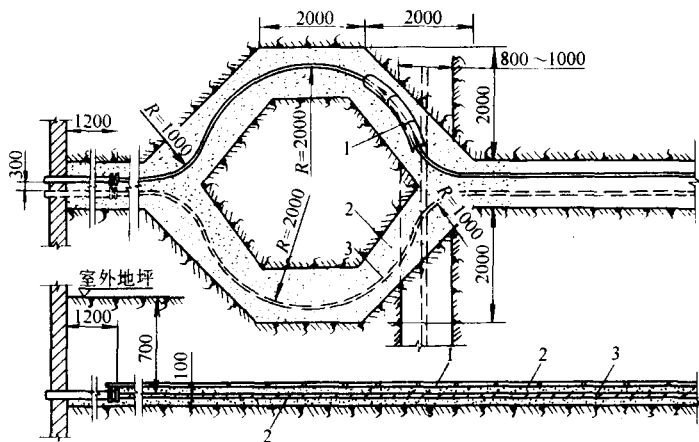

图 1-2
① 检查电缆的型号、规格、电压是否符合要求。三相四线制系统中应采用四芯电力电缆,不允许采用三芯电缆另加一根单芯线的方法来代替。
② 检查电缆有无机械损伤,电缆盘是否完好。
③ 检查电缆绝缘电阻。用 1000V 绝缘电阻表摇测电缆绝缘电阻,其绝缘电阻值不低于 $10\text{M}\Omega$ 。注意测量时,电缆芯线接绝缘电阻表的“L”端,外皮接“E”端,而电缆保护层接“G”端,摇动手柄时要比不接保护层时重得多。如果绝缘电阻不符合要求,多数是端部密封不良所致,这时应作潮湿判断,办法是将变压器油加热到 150°C 左右,将电缆端部伸入热油中,听到“滋滋”声,甚至听到水的爆裂声,则说明端部已发潮,切去一小段再试,一般可满足绝缘要求。
④ 检查合格后,随即将电缆端部用干燥的棉布、塑料布多层严密包扎,使外部杂物及水分不能侵袭电缆芯部。
(2) 划线、挖沟 进入建筑物前,电缆要留有一定长度的备用量。进建筑物前的挖沟尺寸如图 1-2 所示。